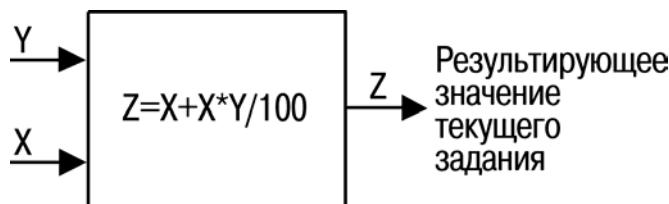

Рисунок 3.5
Сумма фиксированной и переменной величин (обозначена Y на рисунке 3.5) умножается на фактическое задание (обозначено X на рисунке). Это произведение добавляется к действующему заданию: $[X + (X) \times (Y / 100)]$, рисунок 3.5.